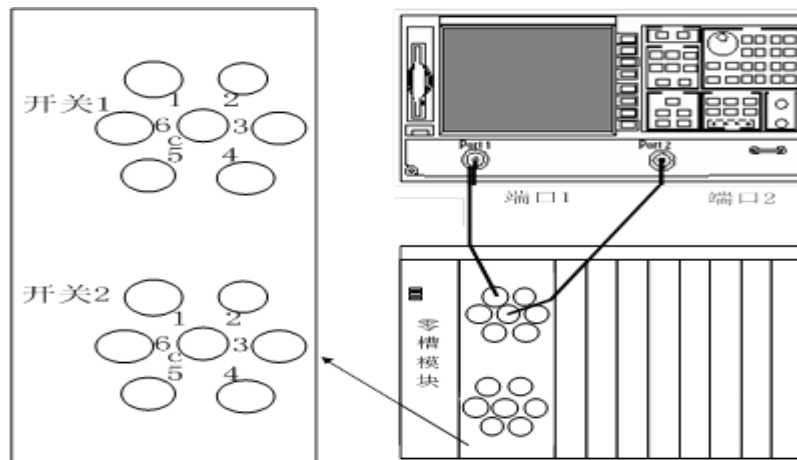

图 7.1 插入损耗测试框图
**步骤 4.** 矢量网络分析仪校准完成后如图 7.1 实线所示连接系统，首先连接开关 1，同时通过开关软面板设置开关 1 的 1 打通，设置 S21 或 S12 参数的测试扫描完成一次后即保持，观察此时显示的 S21 或 S12 的对数幅度测试曲线，通过设定光标找出最差值，该值即为开关 1 的 C 和 1 之间的差损，将测量结果记录于附表中。